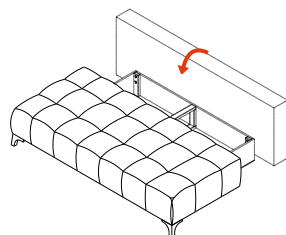

Рис. 4
- ☞ Уложите спинку на коробку повернув ее на 90° (рисунок 4).